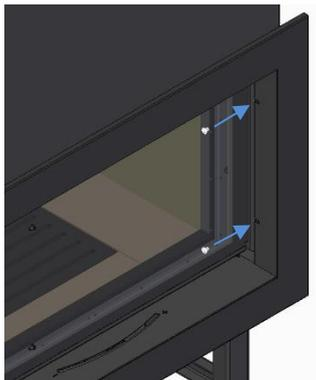

Figura 37
- c) Fije la llanta en la posición correcta usando 2 tornillos en cada lado, apriete y gírelos un poco primero desde el interior de la llanta y luego apriételos por completo para asegurarse de que el anillo esté centrado tanto como sea posible, Figura 37